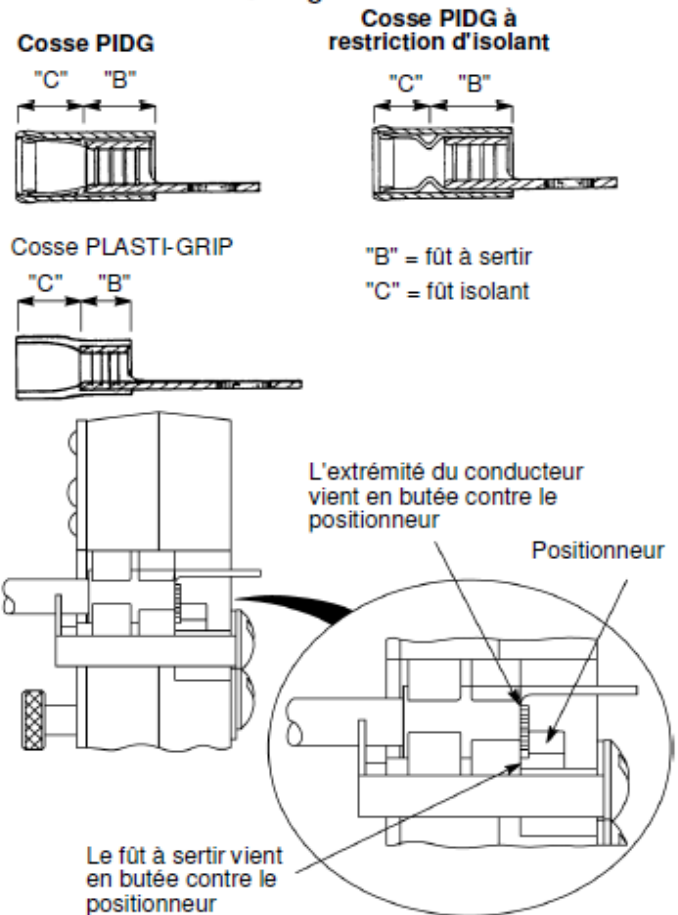

Figure 4
3. Placer la cosse dans la chambre de sertissage de façon à ce que le fût à sertir vienne en butée contre le positionneur. Voir Figure 4.